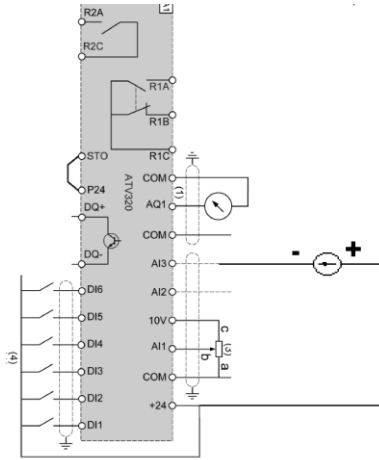

Figura 1
- Es muy comun utilizar sensores / transmisores de presion de 2 hilos , salida 4 a 20 mA . En este caso se debe alimentar el sensor en serie . Se puede emplear la Fuente interna del propio variador como se ve en figura 1 .